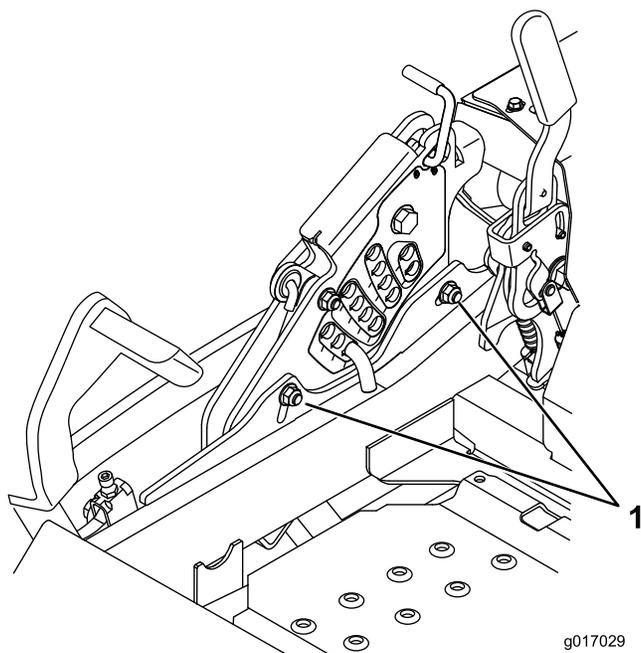

Figure 94
12. Pour régler le système monopoint, desserrez les deux boulons au bas de la plaque de hauteur de coupe Voir la Figure 94.
14. Serrez les deux boulons au bas de la plaque de hauteur de coupe (Figure 94). Serrez à un couple de 37 à 45 Nm.